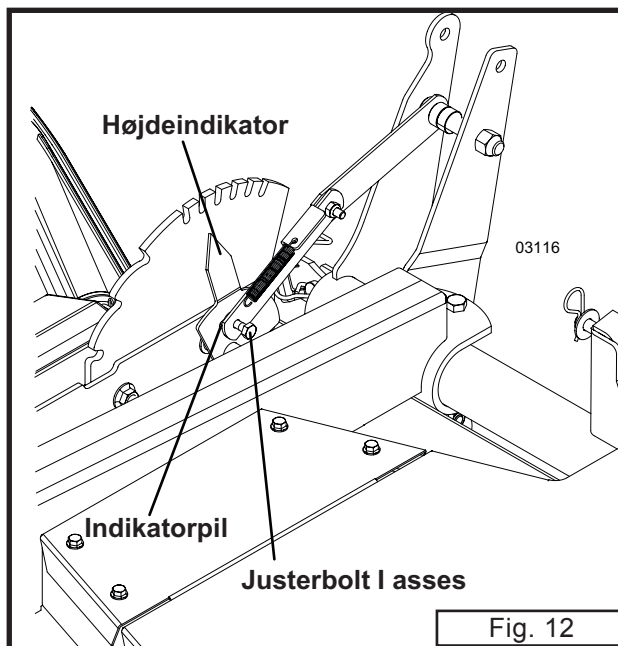

Fig. 12
- Vip den elektriske aktuatorkontakt indad for at løfte klipperdækket op i maksimal højde. Højdeindikatoren indstilles ved at justere bolten i indikatorslidsen, så den passer til klipperens højde. (Se fig.12)